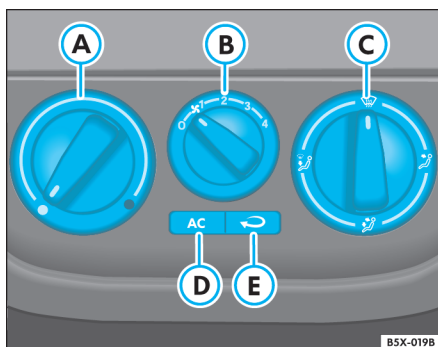

Fig. 87 Detalle en el cuadro: mandos del aire acondicionado
- Gire el mando ⇒ **fig. 87 A** para regular la temperatura, **B** las velocidades de ventilación y el mando **C** para regular la distribución del aire ⇒ **A**.
- Presione la tecla **D** ⇒ página 97, **fig. 87** para activar el aire acondicionado o la tecla **E** ⇒ página 97, **fig. 87** para activar la recirculación de aire. Cuando son conectados, se encienden las luces indicadoras en las teclas.
- Apriete la tecla de accionamiento del aire acondicionado ⇒ página 97, fig. 87 (AC). La luz indicadora en la tecla se encenderá.
- Gire el mando ⇒ página 97, fig. 87 (A) para la derecha, hasta alcanzar la temperatura de calefacción deseada.
- Seleccione, en el mando (B), la velocidad deseada 1-4.
- Seleccione la distribución del aire, a través del mando (C): (para el parabrisas), (para la zona del pecho), (para la zona del pecho y reposapiés) y (para la zona reposapiés).
- Apriete la tecla de accionamiento del aire acondicionado ⇒ página 97, fig. 87 (AC) (D). La luz indicadora en la tecla se encenderá.
- Gire el mando ⇒ página 97, fig. 87 (A) para la izquierda, hasta alcanzar la temperatura de refrigeración deseada.
- Cuando el mando ⇒ página 97, fig. 87 (C) esté en la posición (2), tendrá que existir, por lo menos, un difusor abierto en el cuadro de instrumentos, para no congelar el sistema de refrigeración. ◀
En el modo de recirculación del aire ⇒ página 97, fig. 87  , se evita la entrada de olores fuertes en el habitáculo, como los que son frecuentes, por ejemplo, al atravesar un túnel o en un embotellamiento.